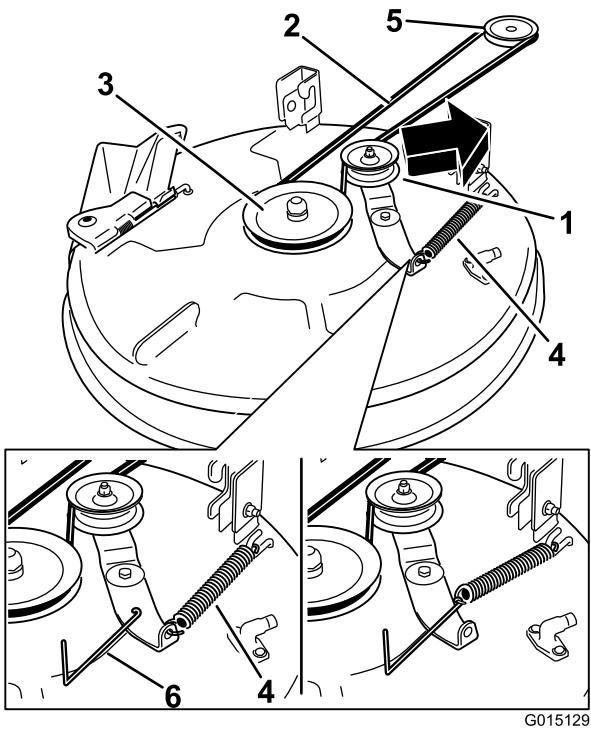
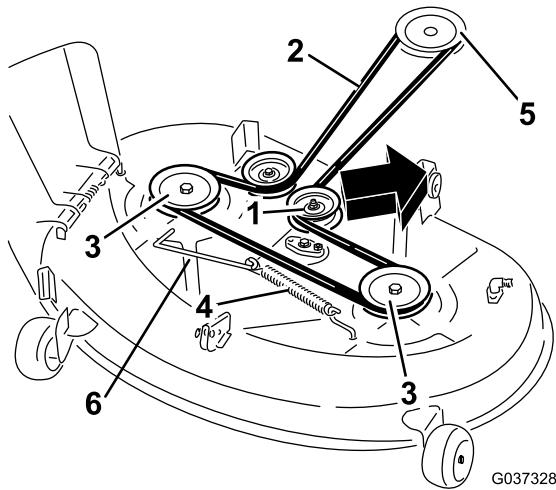

Figura 63
Figura 64
5. Usando una herramienta para la retirada de muelles (Pieza Toro 92-5771), retire el muelle tensor del gancho de la carcasa para eliminar la tensión de la polea tensora, y retire la correa de las poleas (Figura 63 y Figura 64).
6. Pase la correa nueva alrededor de las poleas del motor y del cortacésped (Figura 63 y Figura 64).
7. Usando una herramienta para la retirada de muelles (Pieza Toro N.º 92-5771), instale el muelle tensor sobre el gancho de la carcasa y tense la polea tensora y la correa (Figura 63 y Figura 64).